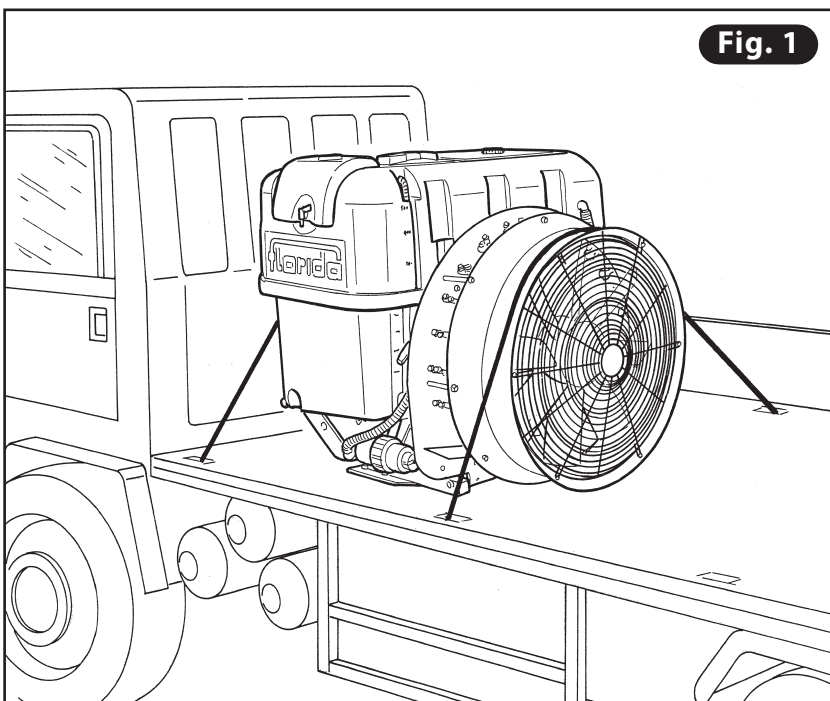

Fig. 1
- Controllare la sagoma limite; altezza, larghezza e peso del mezzo compresa la macchina, devono essere compatibili con le strade da percorrere, gallerie, sottopassi, ponti, condutture elettriche, telefoniche ecc. **(Fig. 1)**.
- Check the allowed limits; the height, width and weight of the vehicle, including the machine, must be compatible with the roads, tunnels, underpasses, bridges travelled and with the electricity and telephone cables, etc. **(Fig. 1)**.
- Agganciare il braccio del terzo punto del trattore al perno **(B)** e successivamente inserire le spine di sicurezza. Chiaramente nei trattori dotati di innesto rapido, il collegamento trattore-macchina sarà notevolmente più agevole e rapido **(Fig. 1)**.
- Connect the arm of the tractor top link to the pin **(B)** and then insert the linchpins. Clearly, the machine-tractor connection will be considerably easier and faster to make in case of tractors with quick release couplings **(Fig. 1)**.